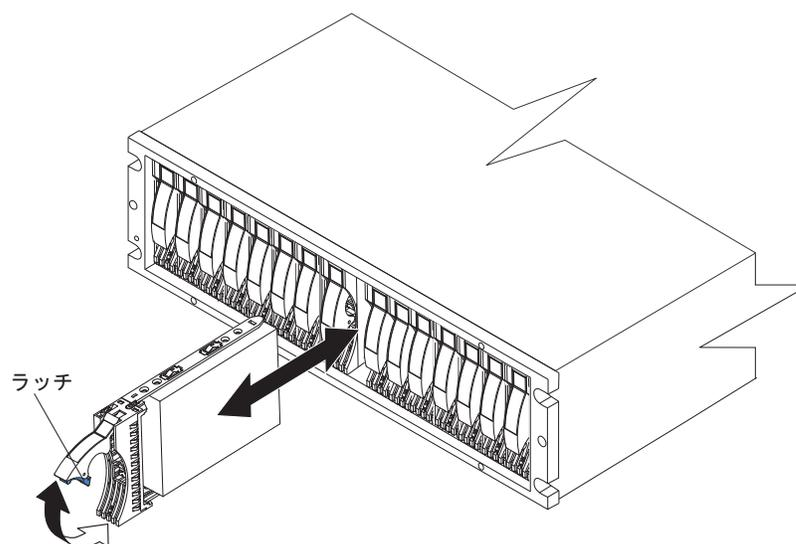

図 23. E-DDM の再取り付け
1. 図 23 に示すように、ハンドルを持ち上げて、トレイ・ハンドルのちょうつがい がストレージ・サブシステム・ベゼルの下のラッチに掛かるまで、E-DDM CRU を注意深く空のベイに押し込みます。